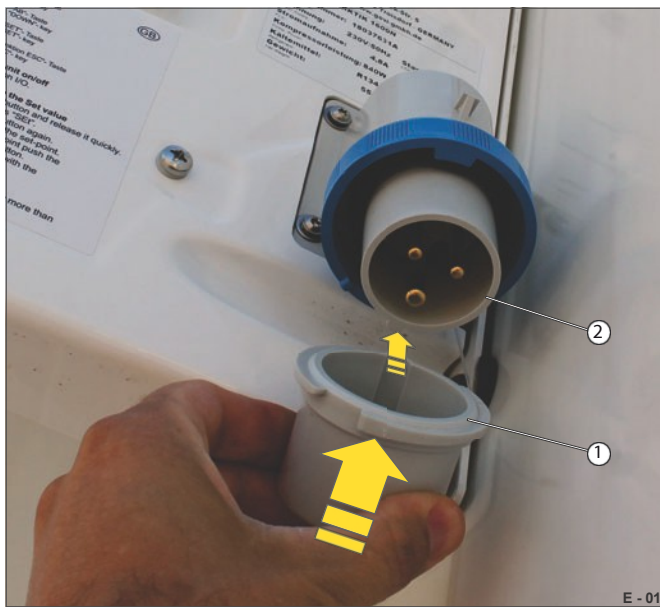

Fig. 15 Lukning af nettilslutningen
- Før du lukker nettilslutningen med hættten (fig. 15/1), skal du kontrollere, at der ikke har samlet sig vand i hættten - rengør den om nødvendigt, før du lukker den.
- Sæt hættten på netstikket (Fig. 15/2) - sørg for, at den sidder korrekt.